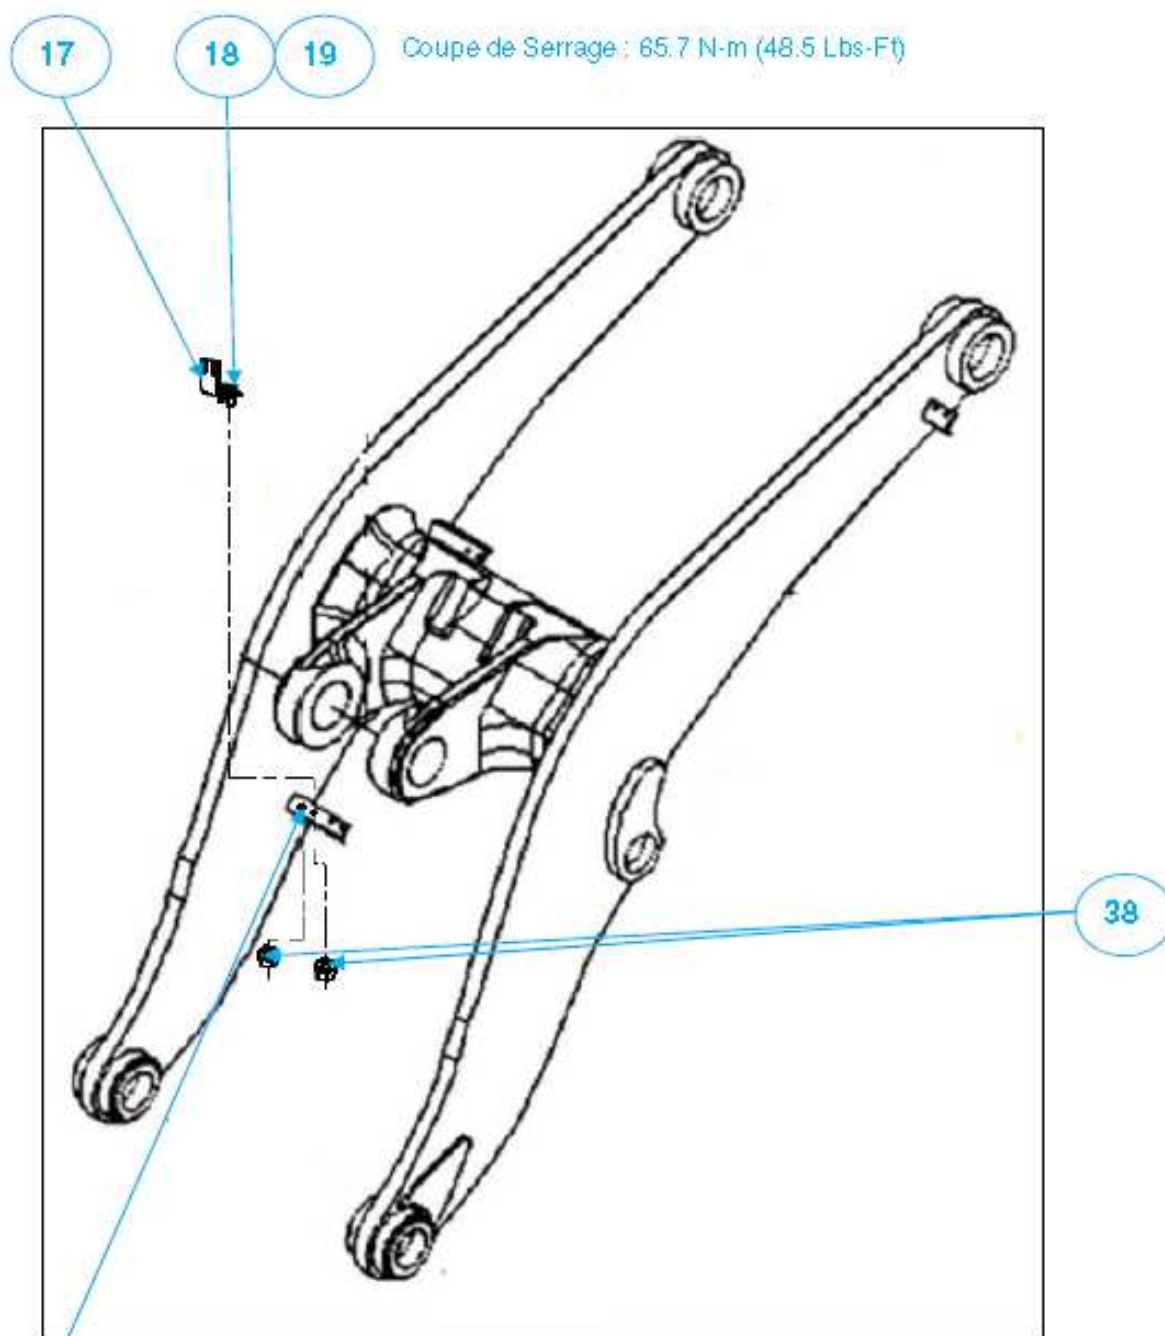

Fig. 12
5.8. Si la machine est équipée avec l'option trois spool, vous installez selon Fig. 12.